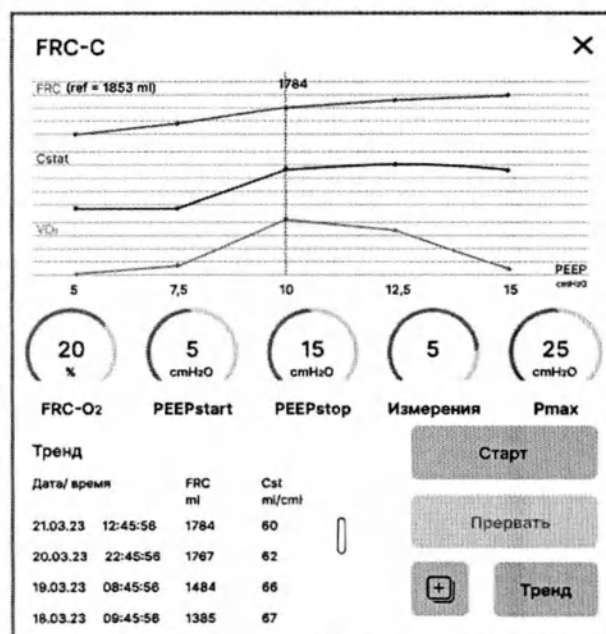

Рисунок 9.22 – Окно процедуры «FRC-C» (тренд)
- 11 Нажмите кнопку «Тренд», чтобы просмотреть результаты предыдущих измерений (см. рисунок 9.22). Для возврата в предыдущее окно нажмите кнопку «Назад».